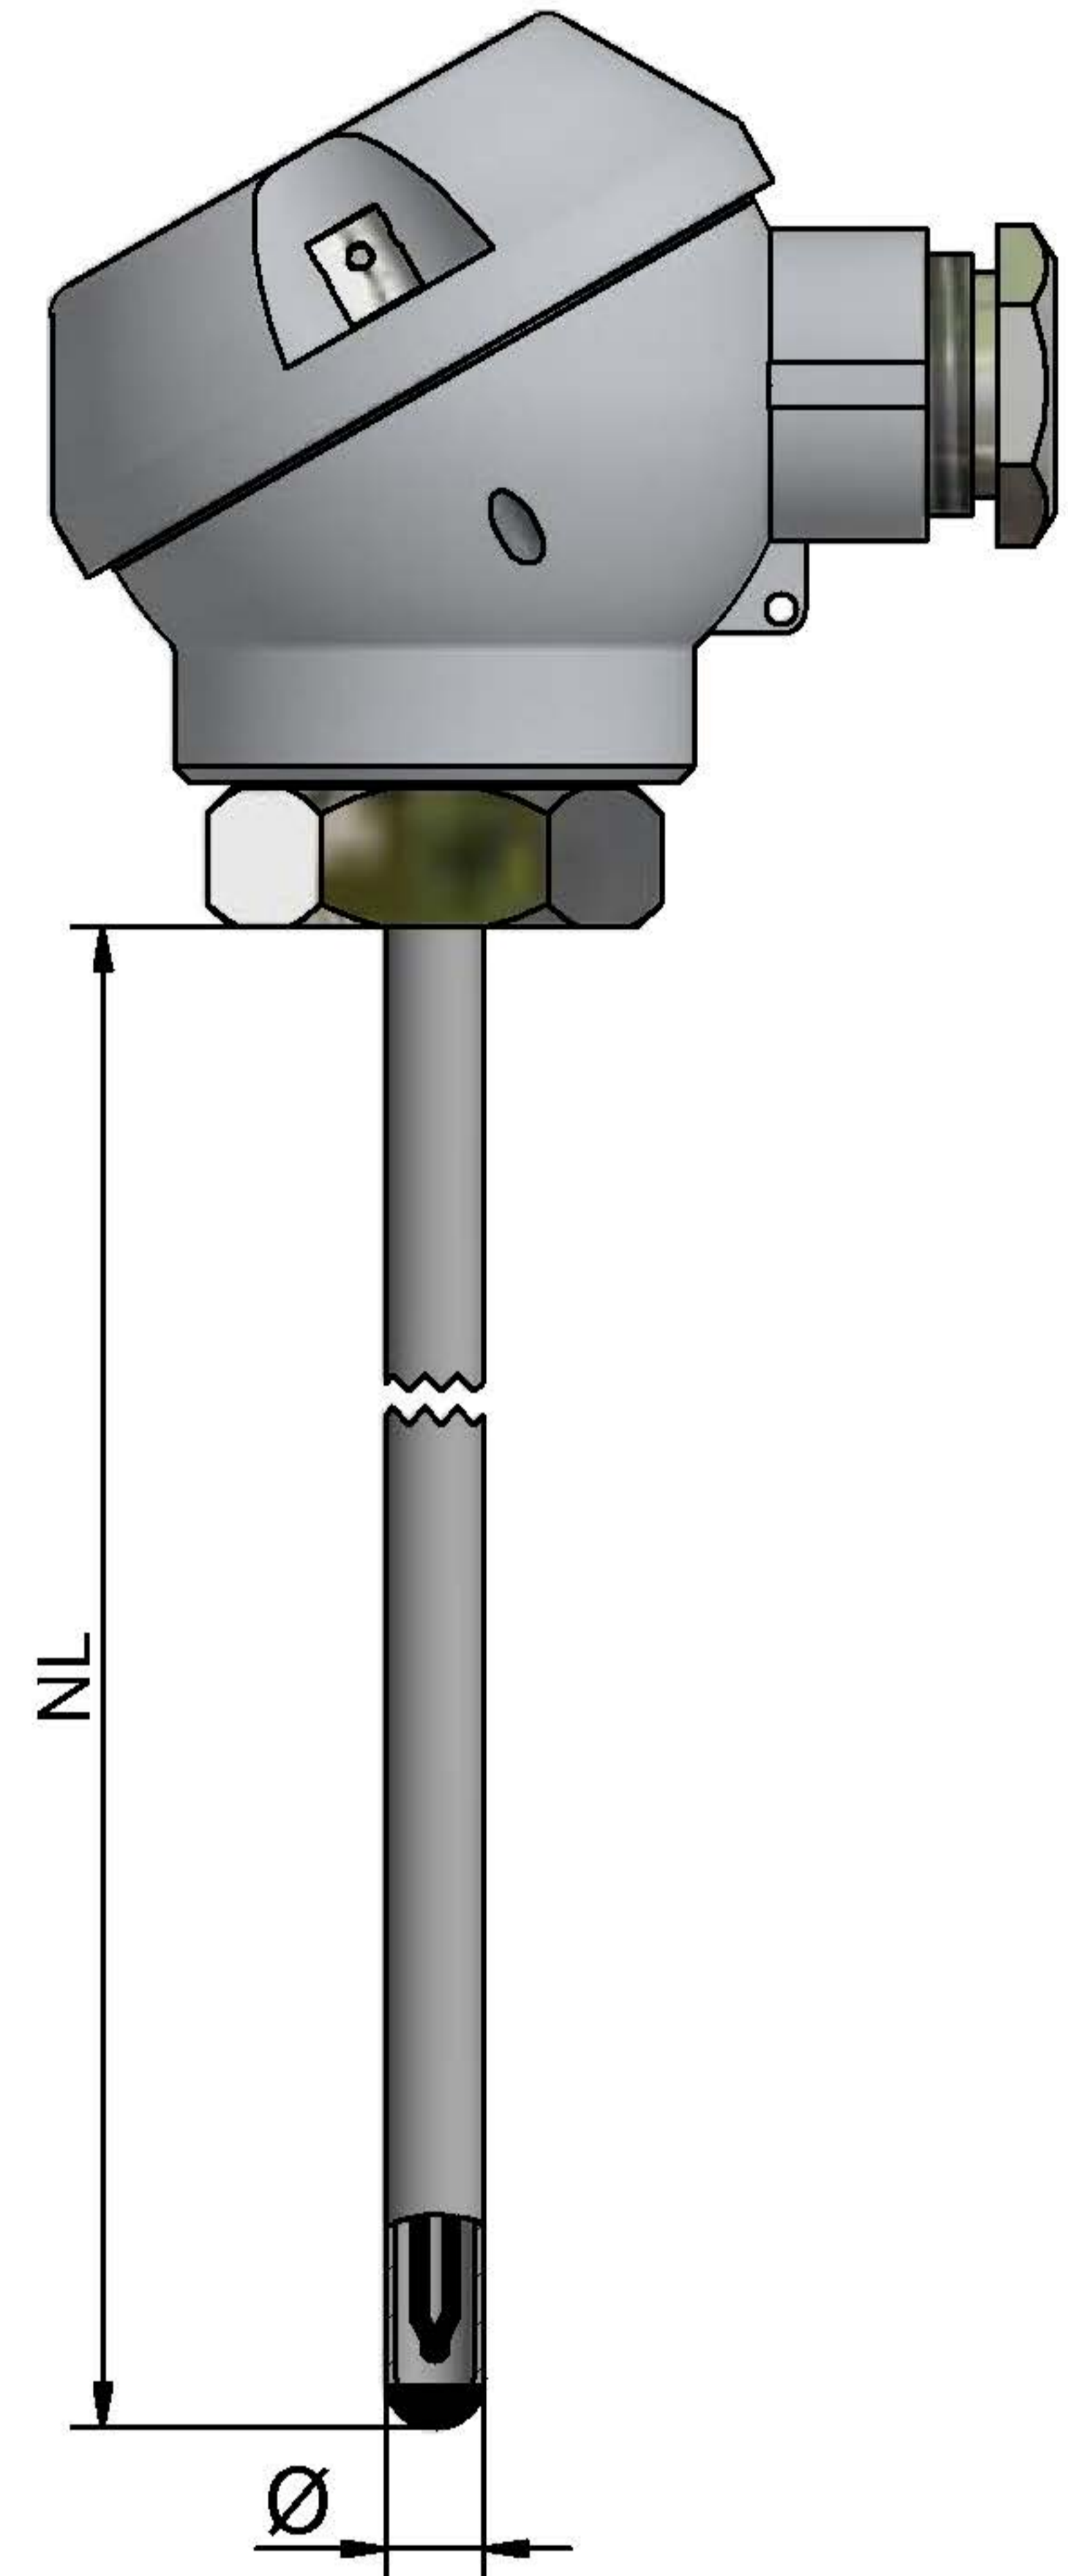

fig. 1
- **Anschlusskopf** (Abb. 1/1) ähnlich DIN 50446, Vorzugs-Köpfe: Form CD, IP 54. Abmessungen siehe Seite 2.
- **Messeinsatz** (Abb. 1/2) ähnlich DIN 43735 eingebaut in Anschlusskopf (fig.1/1).